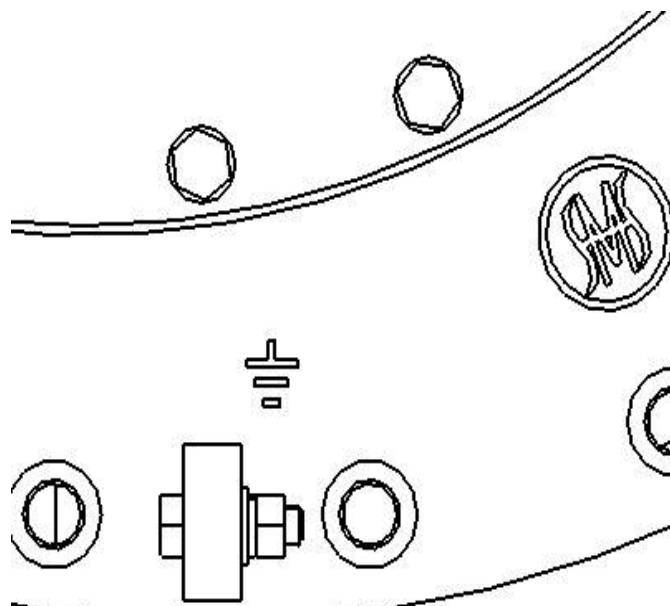

图 34 接地螺丝
a.. 将分接开关头接地螺丝接至变压器箱盖(1个M12螺栓和螺母, 19号扳手, 扭矩50~60Nm, 图34。)